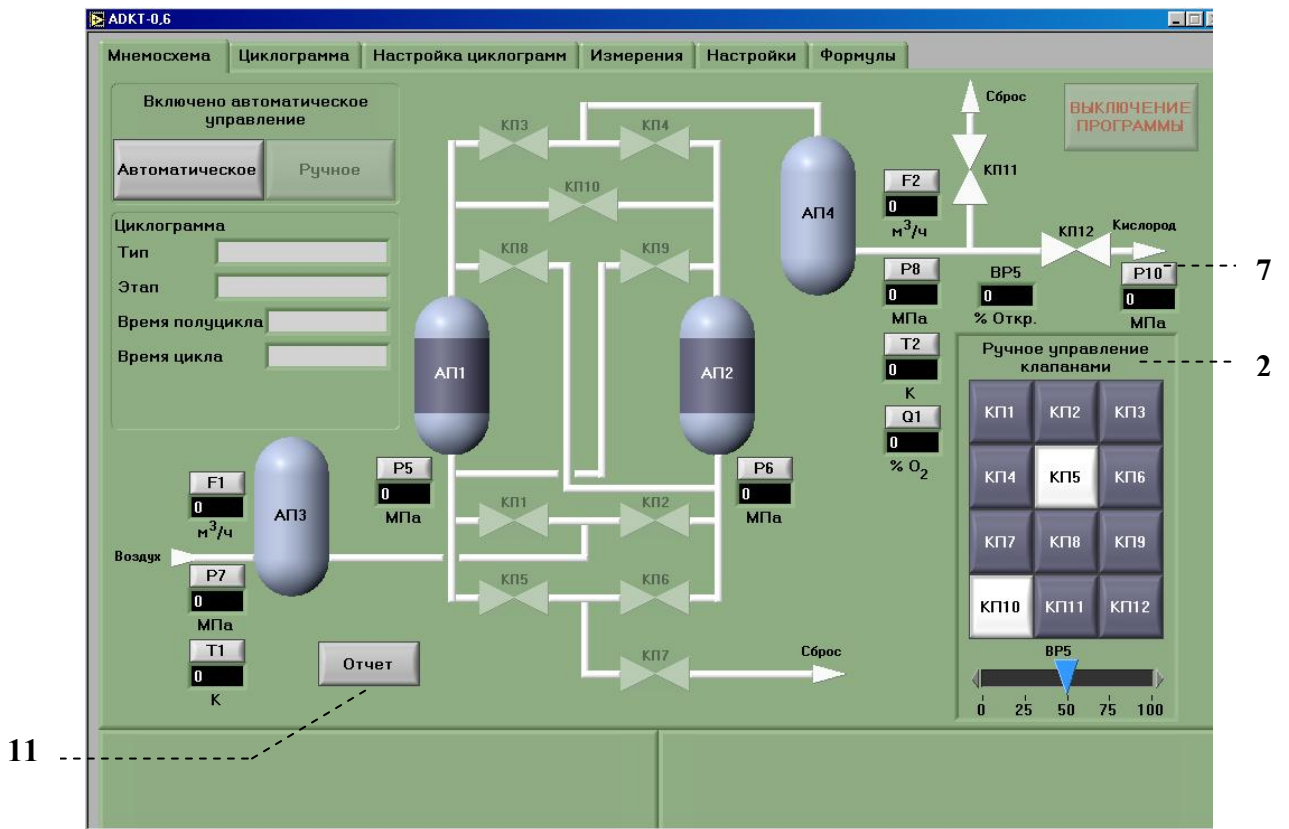

Рис. 4. Панель «Мнемосхема». Режим ручного управления.
В левой верхней части панели расположено поле (1) для задания режима управления клапанами установки. Предусмотрено два режима: автоматический и ручной. Режим автоматического управления устанавливается программой по умолчанию. Переход в ручной режим осуществляется нажатием клавиши «РУЧНОЕ». Установленный в данный момент режим управления показан в текстовом заголовке поля (1), при этом клавиша для изменения режима всегда активна. Если установлен ручной режим управления, то в правом нижнем углу панели открывается дополнительное окно (2) с заголовком «Ручное управление клапанами» (см. рисунок 4). Нажатие на клавиши КП1 – КП12 меняет положение соответствующих клапанов, повторное нажатие клавиши возвращает клапан в исходное состояние. Для отображения состояния клавиши (вкл./выкл.) используются те же цвета, что и для клапанов (открыто / закрыто) на мнемосхеме.